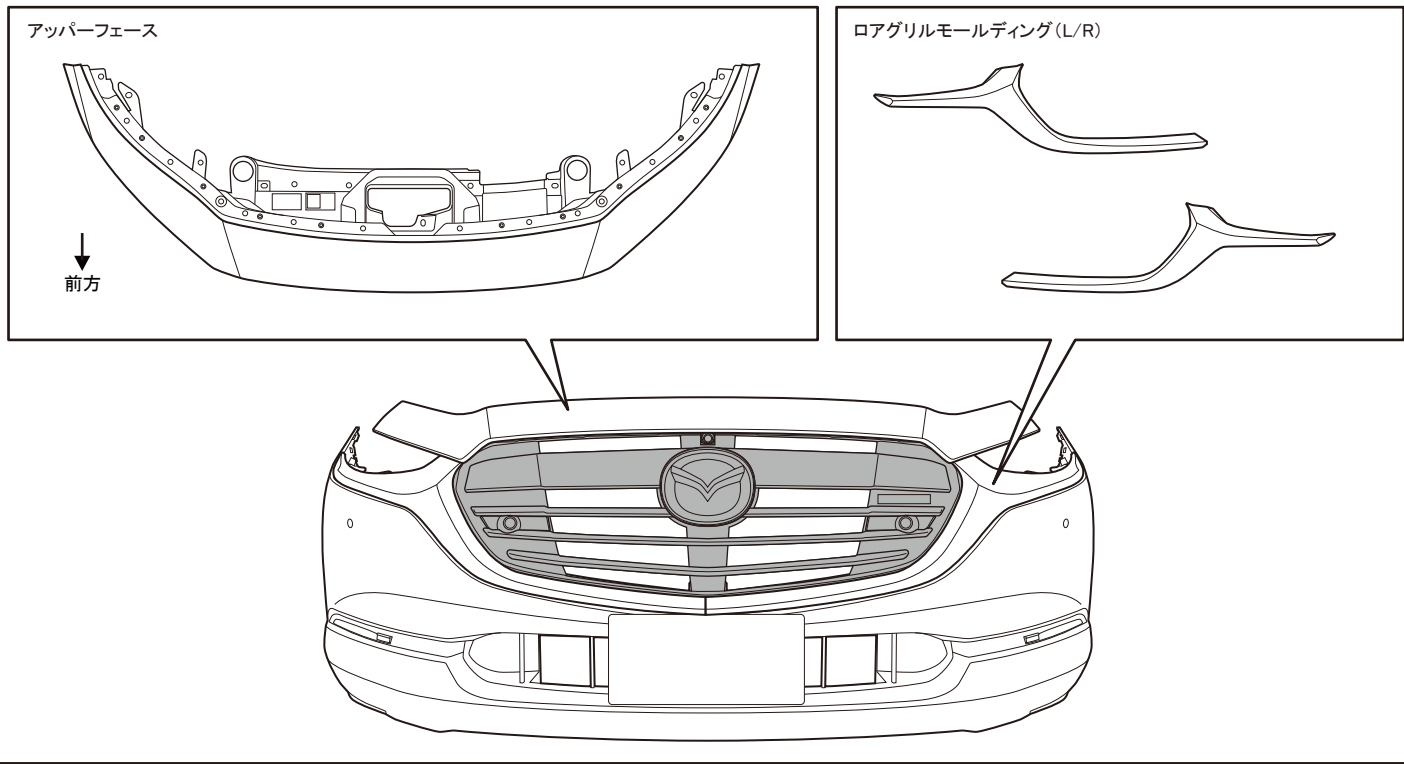

図11 オーナメント取付け
15. 図11を参照し、①フロントグリルの助手席側くぼみの両面テープ貼付け面を洗浄脱脂し、⑪PACプライマーを塗布し十分に乾燥させます。
⑫オーナメント裏側の両面テープを剥がし、くぼみに貼付け、作業完了です。